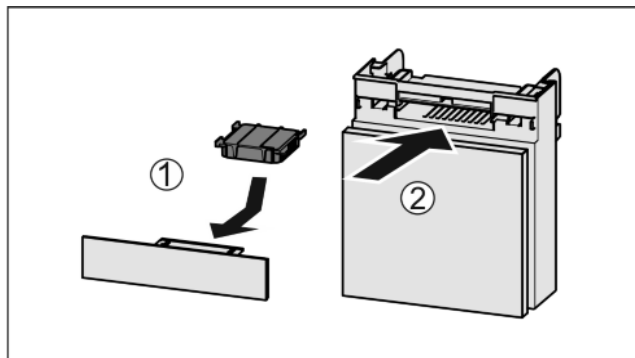

Fig. 50
- ▶ Introduceți Fig. 50 (1) filtrul de cărbune activ după cum se vede în figură.
- ▶ Împingeți Fig. 50 (2) compartimentul în interior.